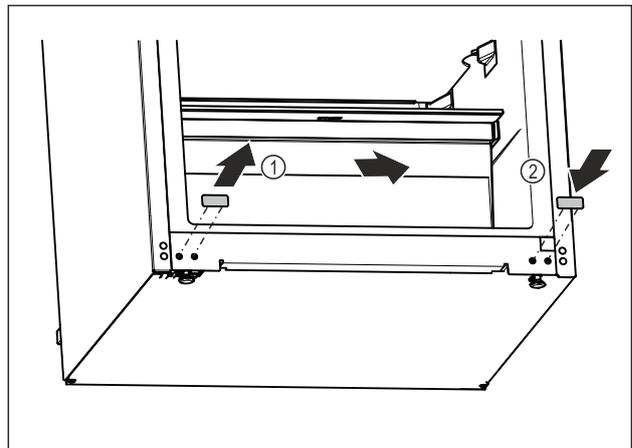

Fig. 16
- ▶ Retirar el tapón de la tapa. Fig. 16 (1)
- ▶ Insertar el tapón de la tapa en el lado opuesto. Fig. 16 (2)